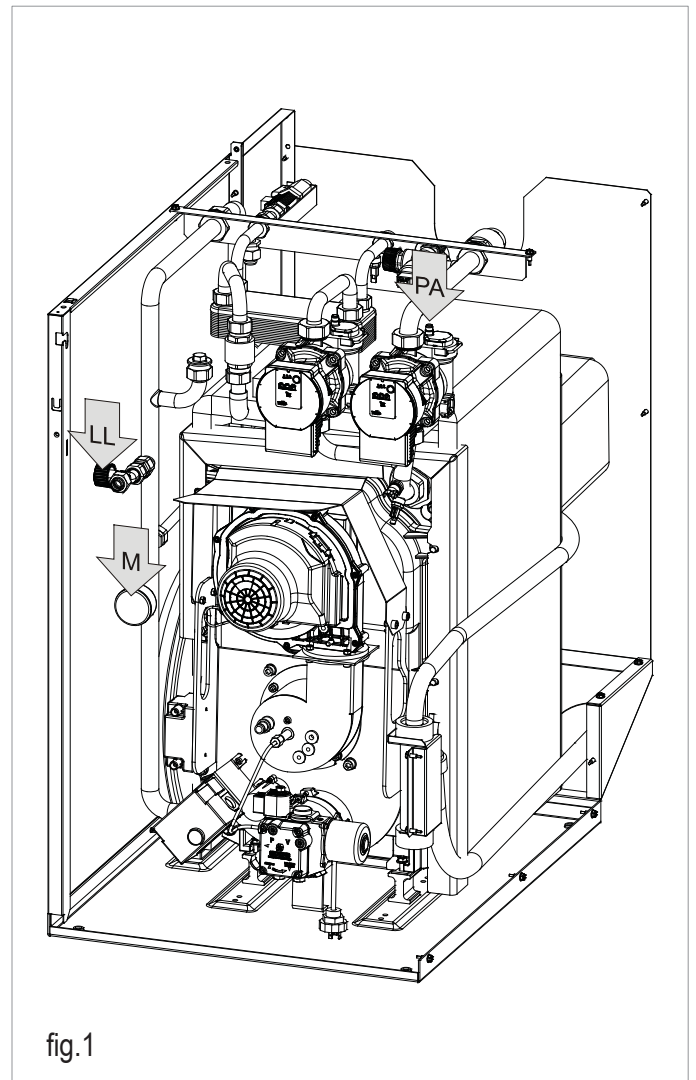

fig.1
- Abrir la llave de llenado 'LL' (fig.1) para permitir la entrada de agua al circuito. El llenado debe de realizarse lentamente con el fin de facilitar la eliminación del aire contenido en el aparato y en la instalación.
- Abrir los purgadores de la caldera 'PA' (fig.1) y de la instalación y controlar el proceso de eliminación del aire. Cuando comience a salir agua cerrar los purgadores de los radiadores.
- Cerrar sin forzar la llave de llenado una vez que se haya alcanzado un valor aproximado de presión de 1-1,5 bar. La presión se visualiza en el manómetro 'M' (fig.1).